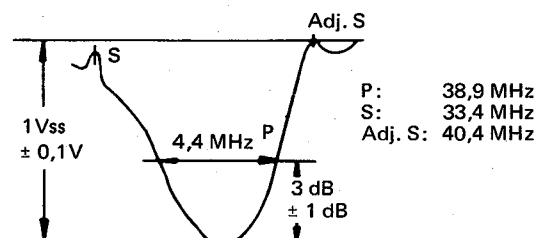

Abb. 1
- 5) Den T202 auf "Adj-S" und den T206 auf "S"-Punkt einstellen. Die T203- und T204-Kerne so einstellen, daß ihre Wellenformen maximiert werden, wie in Abb. 1 gezeigt.